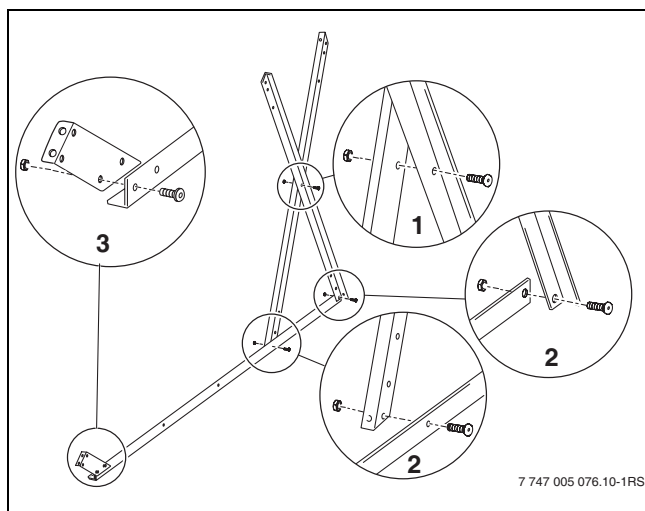

Fig. 17 Visser les rails de support
- ▶ Assembler par vis deux rails de support-ballon en croix (→ fig. 17, [1]) au milieu puis les monter sur le rail - en bas [2] de manière à ce que la surface au sol soit orientée vers l'intérieur.
- ▶ Visser l'appui inférieur (→ fig. 17, [3]) au bout du rail de support - en bas.